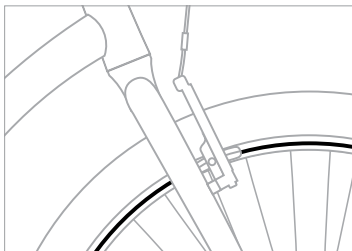

Рисунок 2.1. Индикатор износа на алюминиевом обode.
- Неглубокая канавка по всей окружности обода (рис. 2.1). Если канавка перестает быть заметной на любом участке, замените обод.